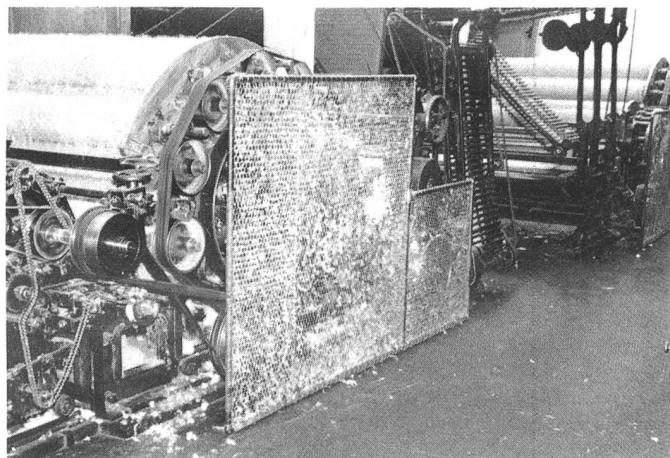

Bild 1 Dreisatzkrempe mit ungenügendem Schutzgitter
- An einer Dreisatzkrempe für die Streichgarnfabrikation (Bild 1) ereignete sich ein schwerer Unfall. Von der ersten